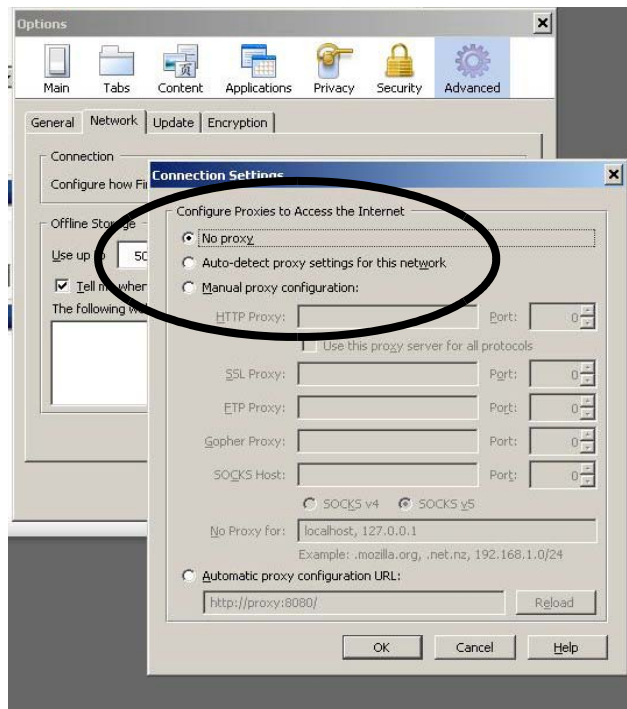

FIG. 38. Proxy-instelling uitschakelen (uitsluitend Firefox)
2. *Geldt uitsluitend voor Firefox:* Om in een ProMix 2KS/3KS-netwerk te werken met Firefox, moet u de Proxy-instelling op uw browser uitschakelen. In uw Firefox-browser gaat u naar Extra>Opties>Geavanceerd>tabblad Netwerk>Verbindingsinstellingen. Klik op "Geen proxy." Zie FIG. 38.